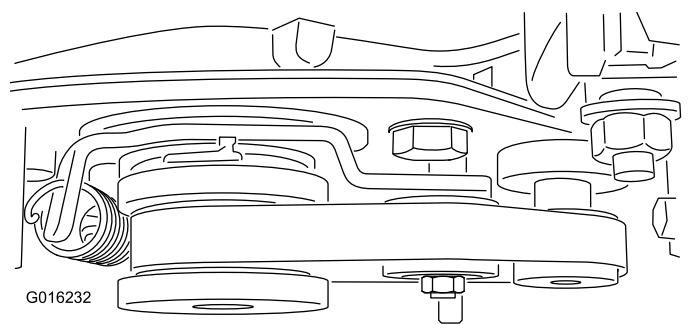

图 18
**重要事项** 如图 18 所示确保皮带位于皮带轮和凹槽的中央。